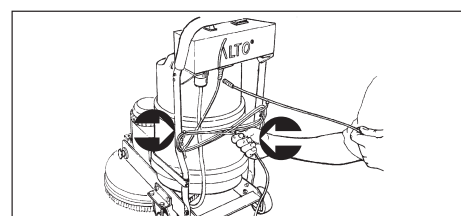

Abbildung 11
9. Wickeln Sie das Kabel der Saugereinheit um die Haken an der Rückseite des Handgriffs. Lassen Sie dabei genug Kabel frei, um dieses in den Elektroanschluss zu stecken. Stellen Sie den Hauptschalter auf "EIN". Dieser sollte in der "EIN" Position bleiben (siehe Abbildung 11 unten).